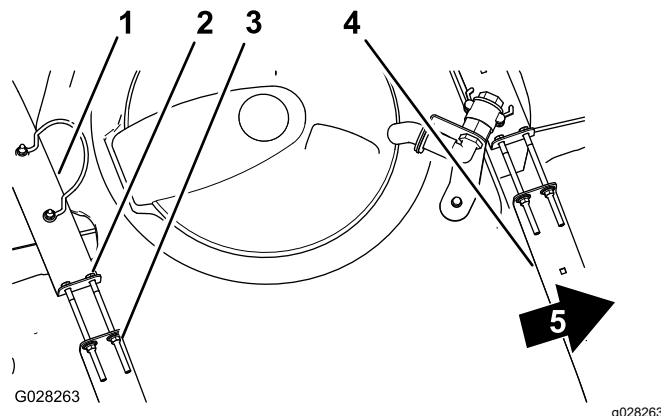

Figure 84
2. Assurez-vous qu'il n'y a pas de jeu entre les sangles de la cuve et la cuve (Figure 84).
3. Si les sangles de la cuve ne sont pas assez serrées, resserrez les contre-écrous à embase et les boulons en haut des sangles jusqu'à ce que ces dernières soient parfaitement en appui sur la surface de la cuve (Figure 84).